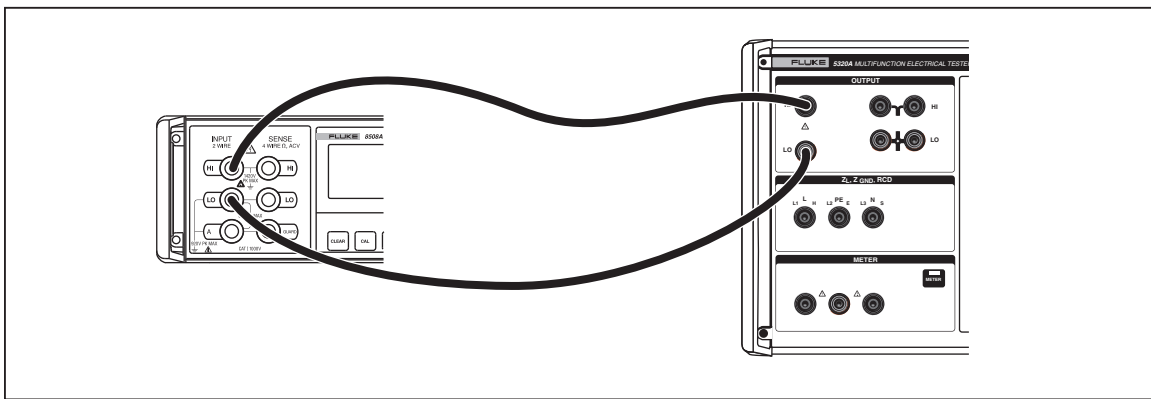

图6-2.高电阻源（<10 M Ω ）校准连接
1. 将高电阻源输出连接到标准兆欧计的输入端子，如图6-2中所示。设置适当的兆欧计参数，以满足其最佳精确度。请勿超过最大允许测试电压。